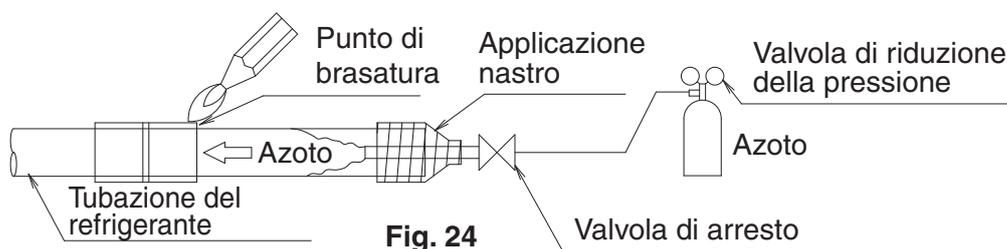

Fig. 24
- Prima di brasare la tubazione del refrigerante, far scorrere dell'azoto attraverso il tubo del refrigerante e sostituire l'aria con l'azoto (NOTA 1). **(Far riferimento alla Fig. 24)** Quindi, eseguire la brasatura (NOTA 2).